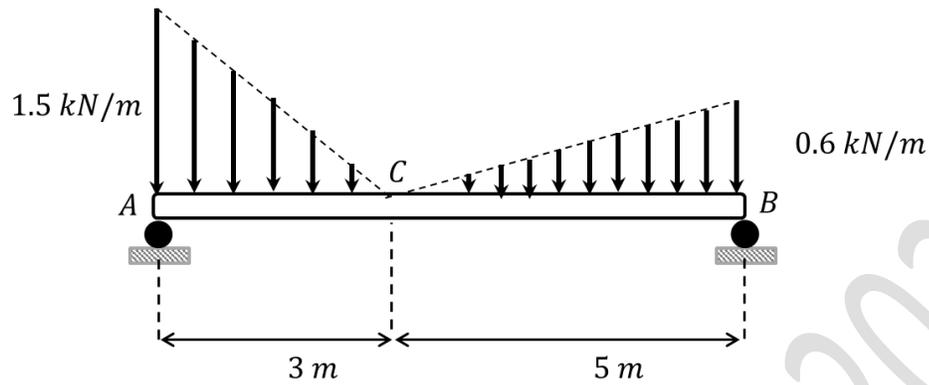

Fig. 7.5.
7.3.- La viga de la Fig. 7.5 está montada en dos soportes fijos y sometida a dos fuerzas distribuidas del tipo triangular. Calcular las reacciones en los soportes A y B.